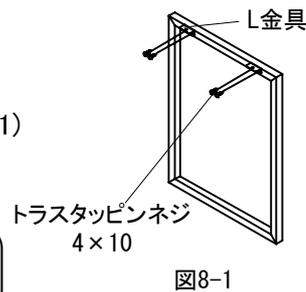

図8-1
- ①ドレッサーユニットの引出を取り外してください。
- ②ドレッサー脚に所定のネジでL金具を取付けてください。(図8-1)